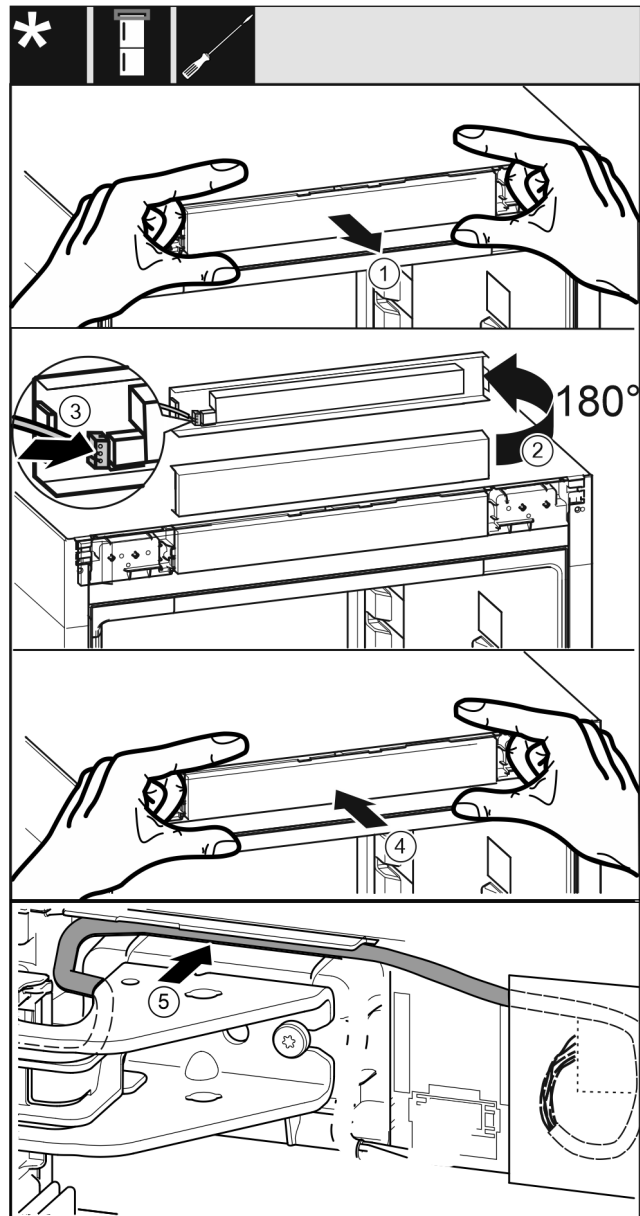

Fig. 41
- ▶ Обережно витягніть невелику панель керування. Fig. 41 (1)
- ▶ Поверніть панель на 180° вгору. Fig. 41 (2)
- ▶ Зафіксуйте штекер на невеликій панелі керування. Fig. 41 (3)
- ▶ Знову зафіксувати невелику панель керування на пристрої. Fig. 41 (4)
- ▶ Обережно розташуйте сірий кабель в направляючій над верхнім опорним кронштейном. Fig. 41 (5)